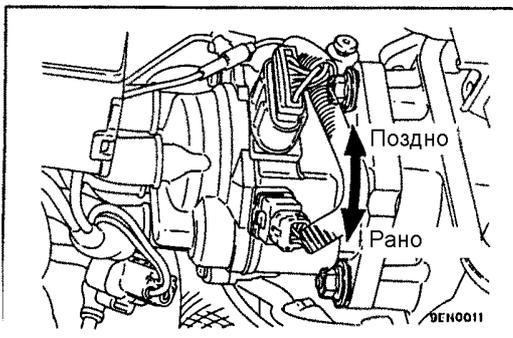

Рис. 10.5
- (6) Проверьте и, если необходимо, отрегулируйте угол опережения зажигания, (рис. 10.5)